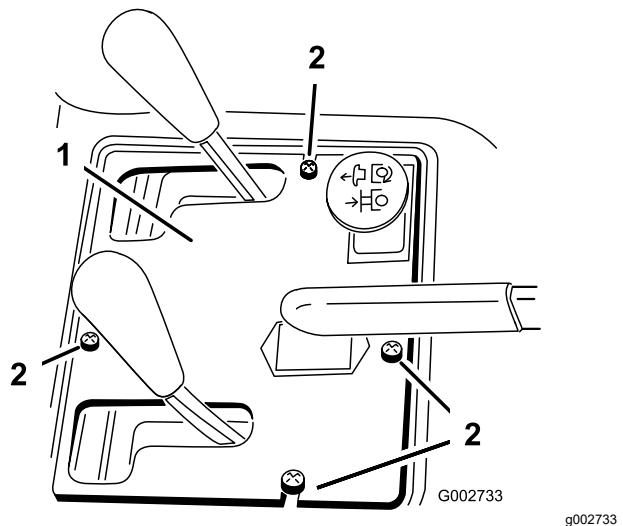

図36
2. コントロールパネルをフレームに固定しているねじ4本を外す図36。